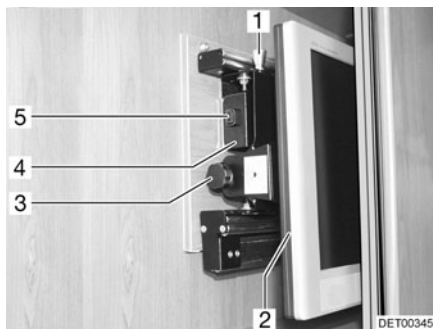

Fig. 55 Armario de TV
- Presionar el botón de desbloqueo (Fig. 55,5) y tirar el soporte para la pantalla plana hacia adelante hasta el tope agarrándolo del tirador (Fig. 55,4).
- Tirar del botón de desbloqueo (Fig. 55,1) y girar el televisor (Fig. 55,2) a la posición deseada.
- Soltar el tornillo moleteado (Fig. 55,3).